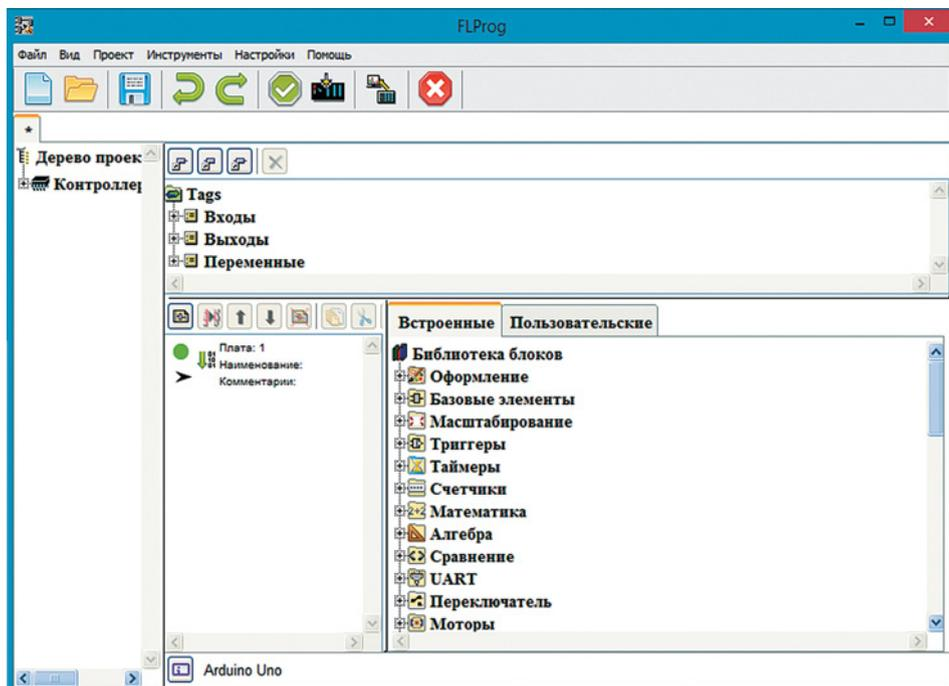
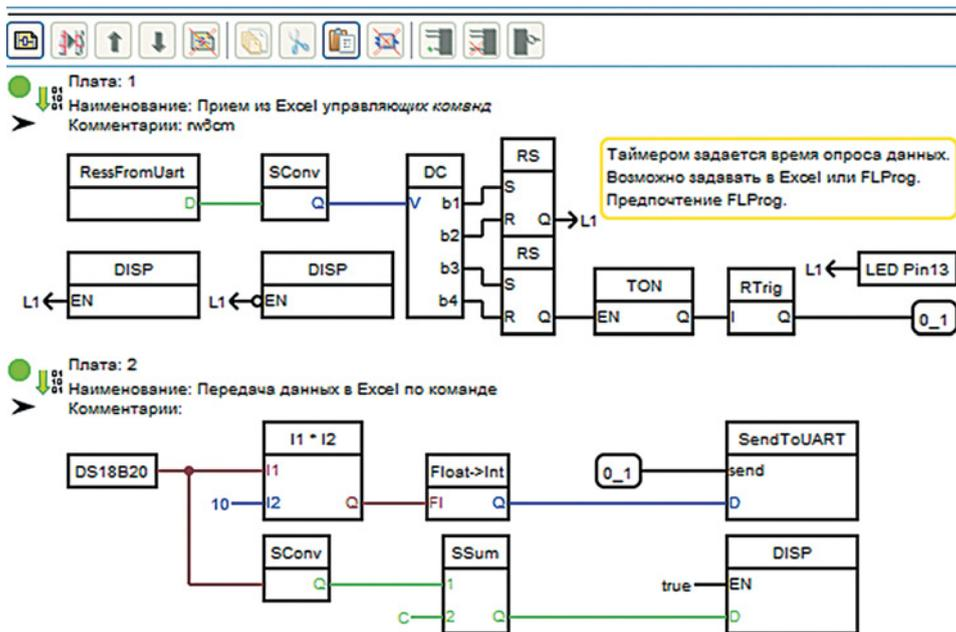

Рис. 3.10. Среда графического программирования FLProg
Рис. 3.11. Производственный язык программирования FBD
3. Среда графического программирования *FLProg* (<http://flprog.ru/load/>; рис. 3.10). Она доступна для установки на Windows и Linux. Программа российских разработчиков способна показать связь Arduino и производственной робототехники. FLProg нацелена на программирование с помощью языков *FBD (Function Block Diagram)* (рис. 3.11) и *Ladder Diagram (LD, LAD, PKC)*, т.е. графического языка с построением цепей из триггеров и языка релейной логики соответственно. Второй язык ориентирован на инженеров по автоматизации на производствах.